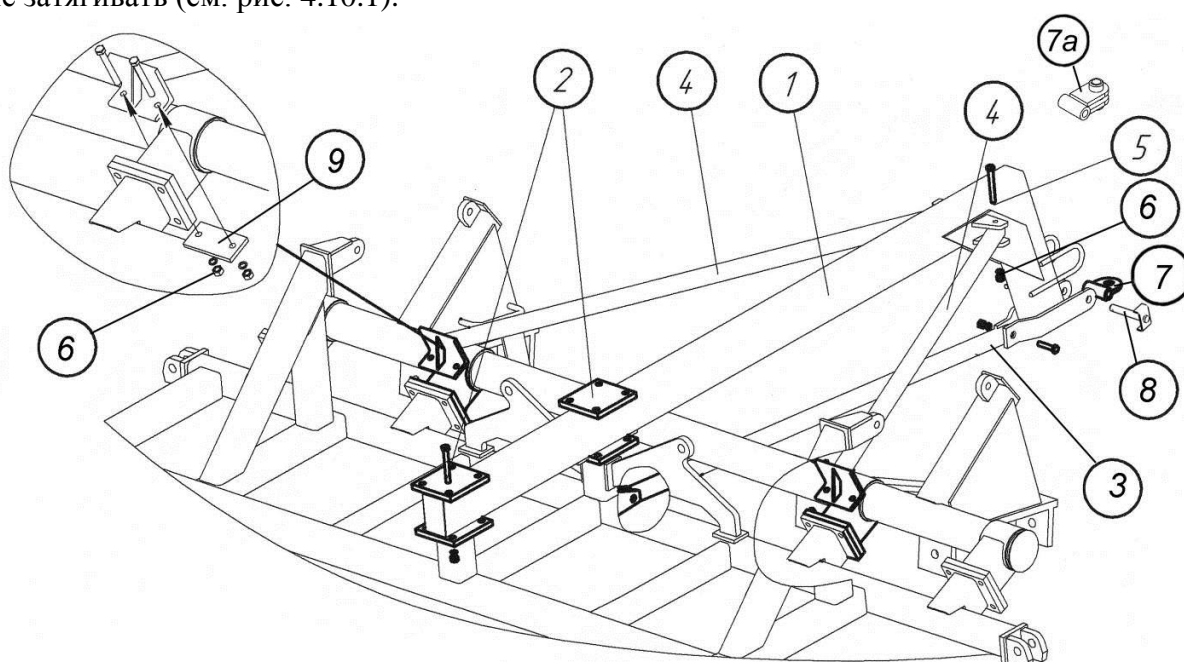

Рис. 4.10.1. Сборка задней сцепки
4.10.1. Закрепите заднюю сцепку 1 на установочных стойках главной рамы с помощью двух пластин 2, восьми болтов M20x220, пружинных шайб и гаек. Крепление предварительное, болты туго не затягивать (см. рис. 4.10.1).
**Примечание.** Для ПК с бункером V=10м3 устанавливается серьга поз.7а рис.4.10.1 (13а на рис.7.1.5).